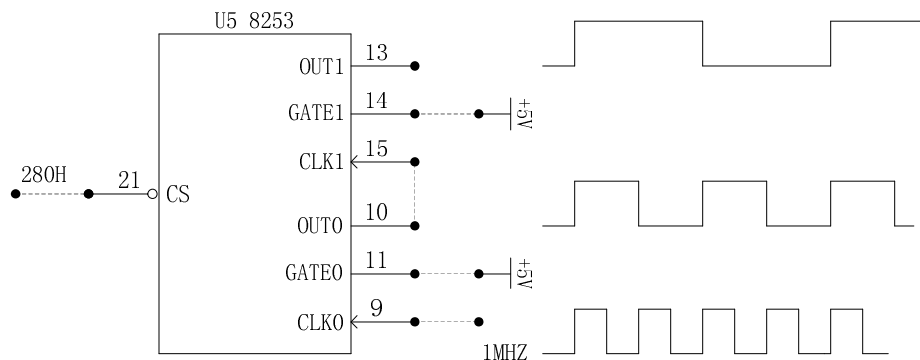

图3-2
- 2、按图3-2连接电路，将计数器0、计数器1分别设置为方式3，计数初值设为1000，用逻辑笔观察OUT1输出电平的变化(频率1HZ)。